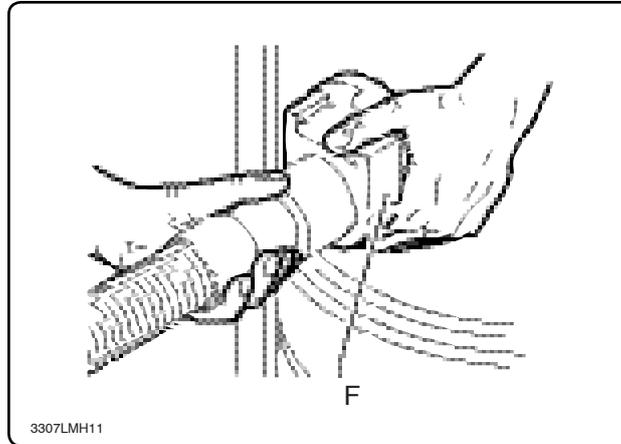

Fig. 4
- che il tubo di aspirazione e gli accessori siano correttamente inseriti nel bocchettone di aspirazione "F" (Fig. 4);
- the hose and tools have been correctly fitted into inlet "F" (Fig. 4);
- que le tuyau d'aspiration et les accessoires soient montés correctement dans l'embout d'aspiration "F" (Fig. 4);
- dass der Absaugschlauch und das Zubehör korrekt mit der Saugdüse "F" verbunden sind (Abb. 4);